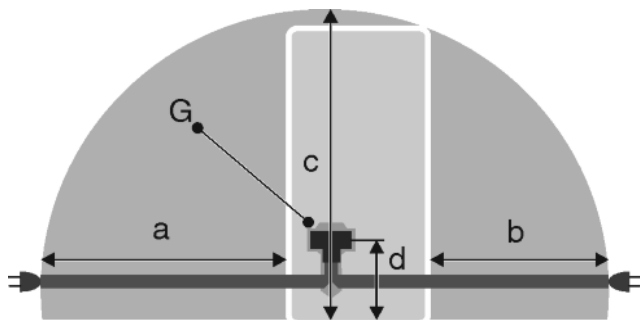

Fig. 48
- A konnektor a készülék hátoldali területén kívül helyezkedik el a megadott tartományban. *Fig. 48 (a, b, c)*
- ▶ Dugja be a csatlakozót *Fig. 48 (G)* a készülék hátoldalába. Figyeljen a megfelelő bekattanásra.